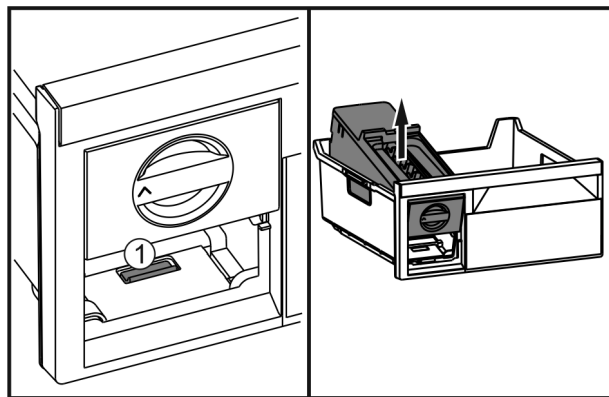

Fig. 39
- ▶ Lasche *Fig. 39 (1)* drücken, EasyTwist-Ice von hinten anheben und aus dem Gefrierschubfach herausnehmen.